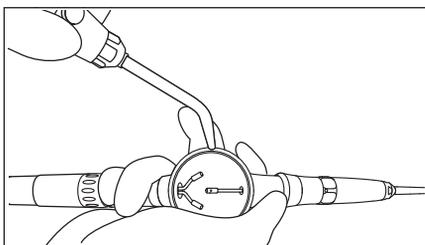

Fig. 13
- 3) Elimine com ar o pó residual no conjunto pulverizador. (Fig. 13)